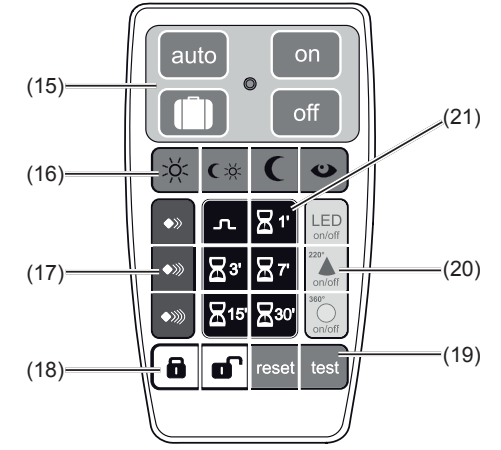

Bild 10: Tastenbelegung des Handsenders
Ist der Handsender gesperrt, so werden keine IR-Signale bei Betätigung der Tasten gesendet. Ausgenommen davon sind die Bedientasten (Bild 10, 15) und die Sperrtasten (18). Diese sind immer aktiv.